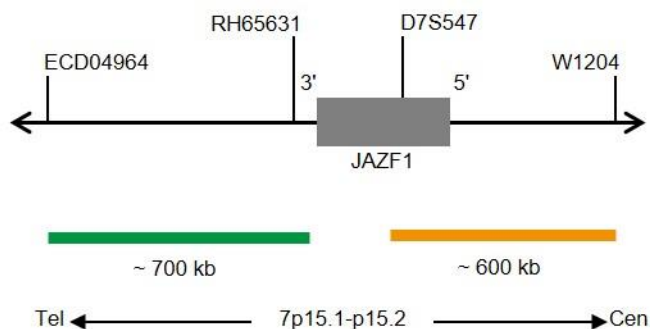

Fig. 1: SPEC JAZF1 Mapa de la sonda (no está a escala)
- Polinucleótidos marcados en verde (excitación a 503 nm/emisión a 528 nm) ZyGreen (~10 ng/μl), dirigidos a secuencias localizadas en 7p15.2* (chr7:27,146,601-27,846,497) distales a la región del punto de ruptura de JAZF1 (ver Fig. 1).
- Polinucleótidos marcados en naranja (excitación a 547 nm/emisión a 572 nm) ZyOrange (~4,5 ng/μl), dirigidos a secuencias localizadas en 7p15.1* (chr7:28,059,911-28,661,819) proximales a la región del punto de ruptura de JAZF1 (ver Fig. 1).